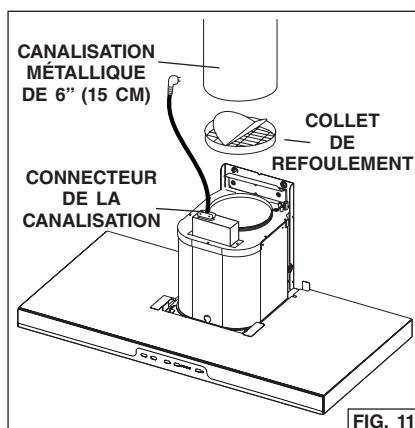

FIG. 11
1. Poussez le collet de refoulement sur le connecteur de la canalisation de la hotte et collez le joint avec de l'adhésif pour canalisation en aluminium. Fig. 11.